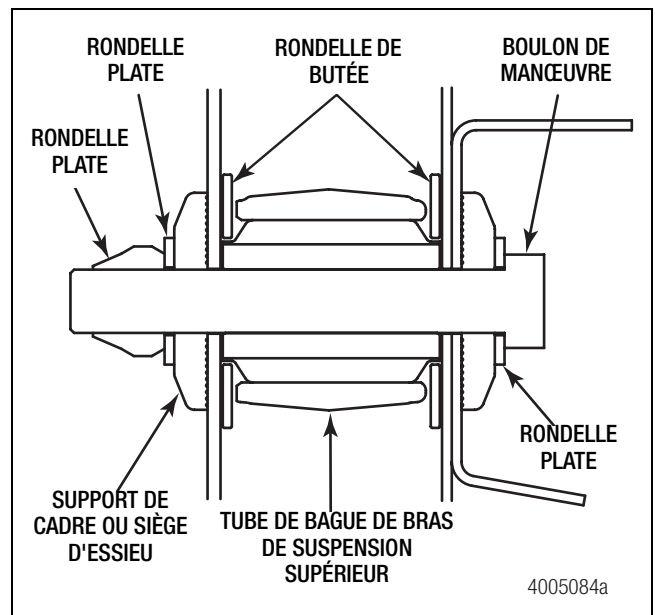

Figure 9
17. Loger le bras de suspension supérieur dans les supports de châssis. S'assurer que les rondelles de butée des bagues rapportées restent bien en place. En respectant l'orientation de l'axe de pivot noté au démontage, poser un axe de pivot neuf, des rondelles plates, des rondelles de centrage et de un écrou du côté route. Poser un axe de pivot neuf, des rondelles plates et un écrou du côté trottoir. Figure 9.